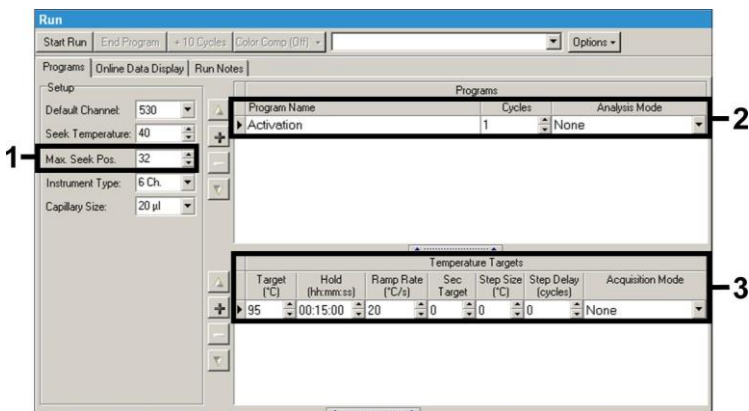

Fig. 6: Activação inicial da enzima Hot Start.
Logo a seguir, para a detecção de ADN do *Borrelia*, crie no seu instrumento *LightCycler 2.0* um perfil de temperatura com os seguintes três passos (conforme as Fig. 6 a 8).
- A. Activação inicial da enzima Hot Start Fig. 6
Certifique-se que antes seja introduzido o número de capilares preparados para este ensaio de PCR (*Max. Seek Pos.*, ver Fig. 6).